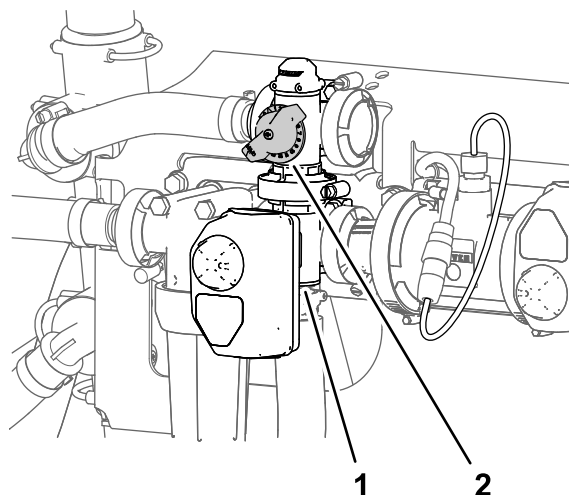

Figure 28
- Réglez la vanne de dérivation d'agitation (Figure 28) à l'arrière de la vanne d'agitation jusqu'à ce que la pression indiquée soit 6,89 bar.